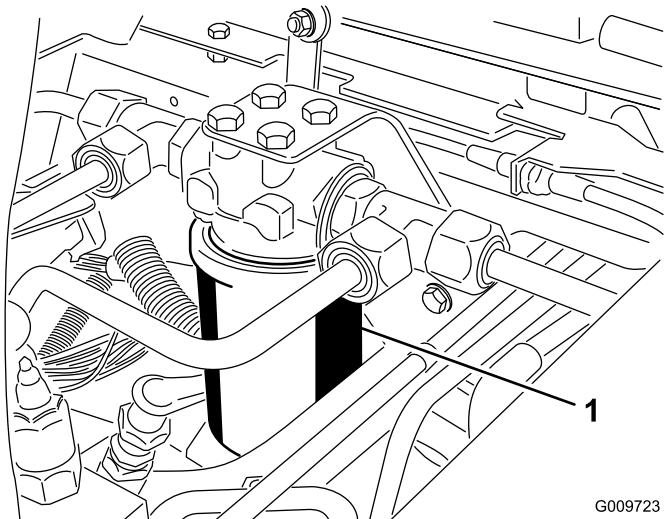
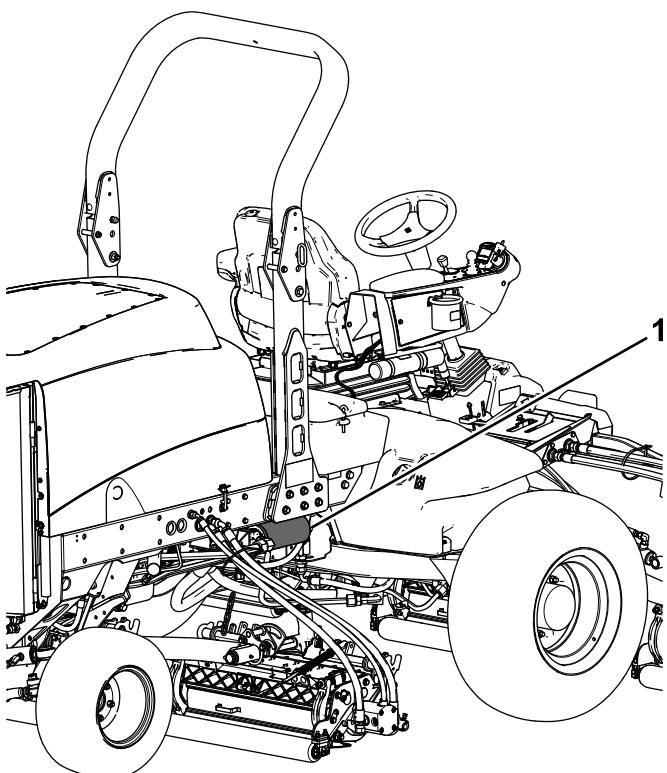

Рисунок 79
Рисунок 80
- Подставьте под фильтр поддон, а затем снимите фильтр (Рисунок 79 и Рисунок 80).